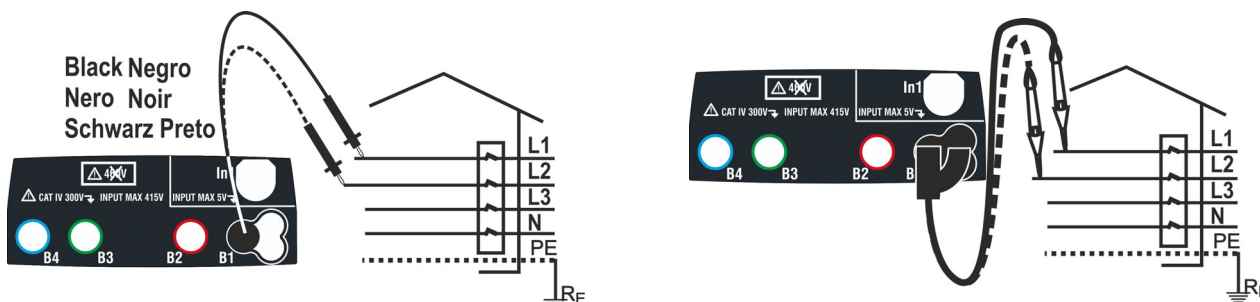

Fig. 24: Verifica del senso ciclico delle fasi 1T con terminale e puntale remoto
3. Inserire i connettori blu e nero dei cavi singoli nei corrispondenti terminali di ingresso dello strumento B4, B1 (misura 2T). Inserire all'estremità dei cavi rimasta libera i corrispondenti coccodrilli o puntali. Eventualmente utilizzare il puntale remoto inserendone il connettore multipolare nel terminale di ingresso B1. Connettere i coccodrilli, puntali o il puntale remoto alla fase L1 e N in accordo alle Fig. 24 e Fig. 25
In queste condizioni connettere i coccodrilli, puntali o il puntale remoto alla fase L2 e N in accordo alle Fig. 24 e Fig. 25